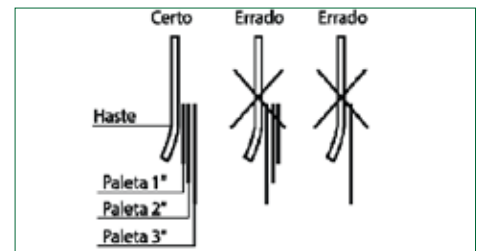
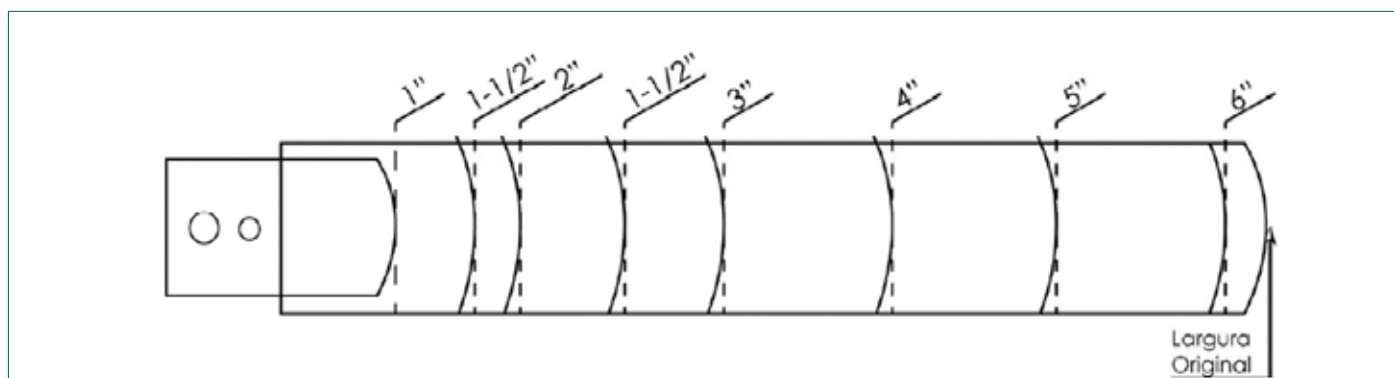

Figura 2 – Forma de instalação das paletas
Figura 5 - Modelo para corte da paleta
- OBS: Para tubulação de 8" além da instalação das paletas de 1", 2" e 3" você deverá instalar a paleta de 6". Atente-se para a correta forma de instalação indicada na Figura 2. Ex.: Para utilização em tubulação de 3", deve-se instalar as paletas de 1", 2" e 3" (veja na Figura 2). Caso a tubulação seja diferente de 1", 2" ou 3", deve-se cortar a paleta de 6" conforme indicado na Figura 5 utilizando-a como gabarito.